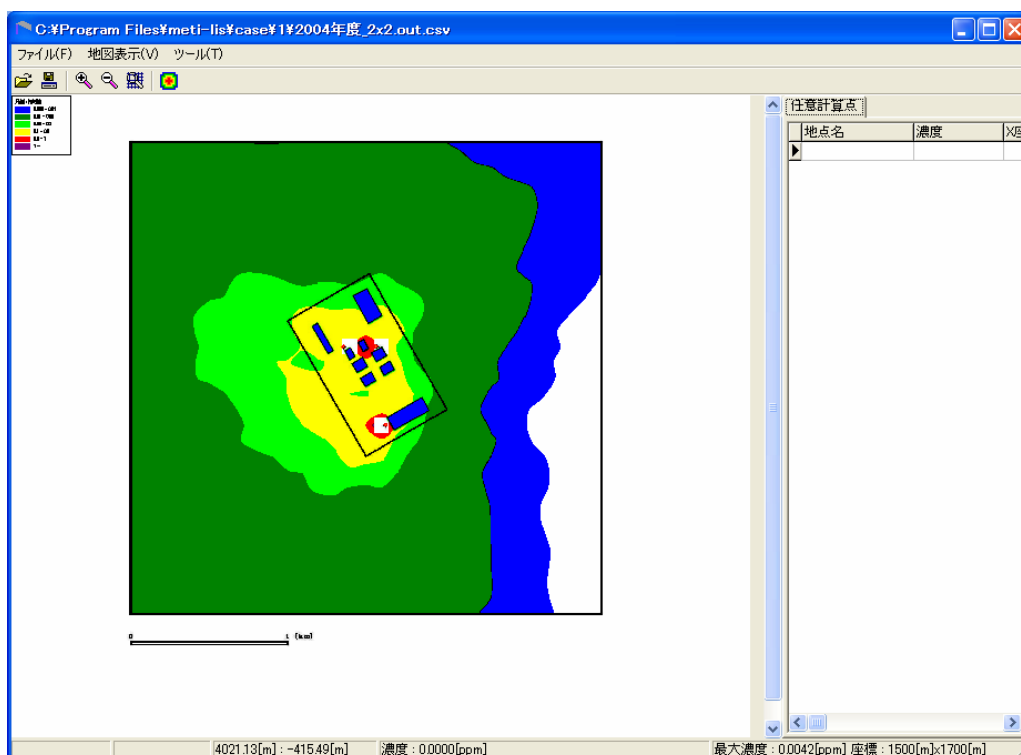
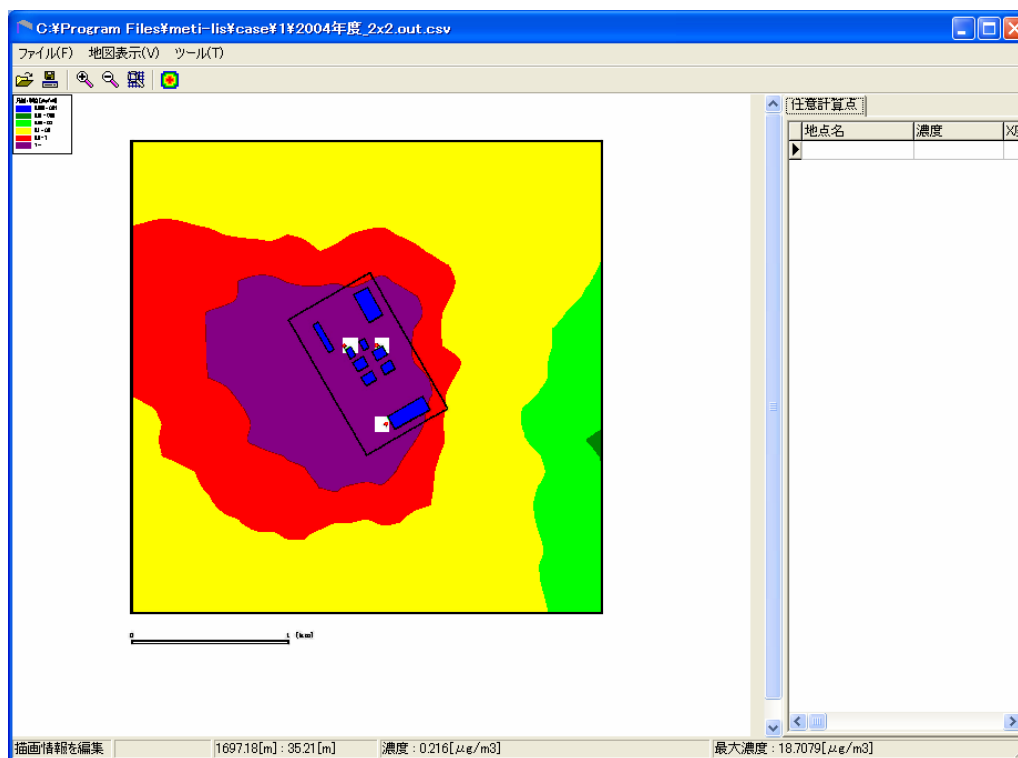

図 6.5-37 計算結果の表示 (1)
図 6.5-39 計算結果の表示 (2)
- 2)  を押すと、図 6.5-37 が表示されます。図 6.5-37 は濃度分布を表していますが、最大濃度 1 としたときの相対値で表示されています。これを絶対濃度表示に変更します。敷地内で白抜きとなっているところは、建屋の影響を受ける煙源近傍の濃度は信頼性が低いことを理由に表示されていないことを表しています。表示させる場合は図 6.5-38 の未検証領域を表示のチェックボックスをチェックしてください。
- 3) 図 6.5-37 で  を押します。描画情報の編集画面(図 6.5-38)が表示されます。凡例の絶対値ラジオボタンをクリックします。凡例数は最大で 6 です。描画色の右側の数値欄に数値を書き換えて、 を押すことにより、濃度分布の形が変わります(図 6.5-39)。描画情報の編集の「未検証領域の表示」チェックボックスをチェックすると、煙源近傍の濃度が表示されます。
- 4) 濃度分布図の最大濃度は、図 6.5-39 で下欄 (ステータスバー) の右側にある最大濃度というところに表示されます。この例では、 $18.7079 \mu\text{g}/\text{m}^3$  です。